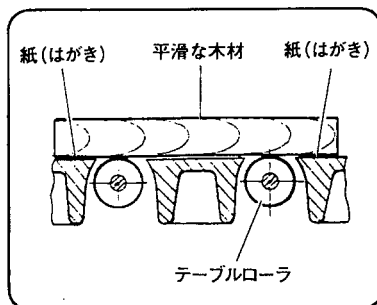

図 17
- (3) 調整は平滑な木材の下にはがきをあてておき、テーブルローラが木材に接するようにすると簡単にできます。（図17）